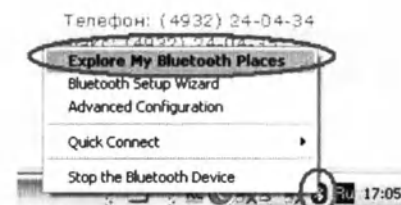

Рис. 12
1. Щелкните правой кнопкой мышки по значку «Bluetooth» и выберите команду «Explore My Bluetooth Places» (рис. 12).